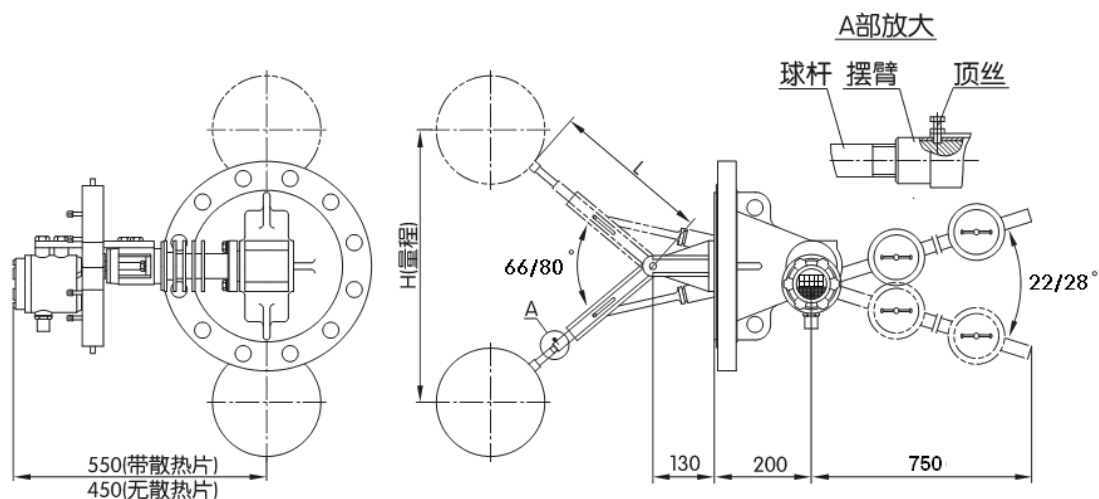

图3 UQD. Z-91 型大转角智能浮球液位变送器结构及安装尺寸
b) 对于 91 型大转角浮球的安装，将球杆旋于摆臂前端的螺纹孔内，将顶丝顶进球杆端部的环形凹槽内拧紧。（见图 3）。